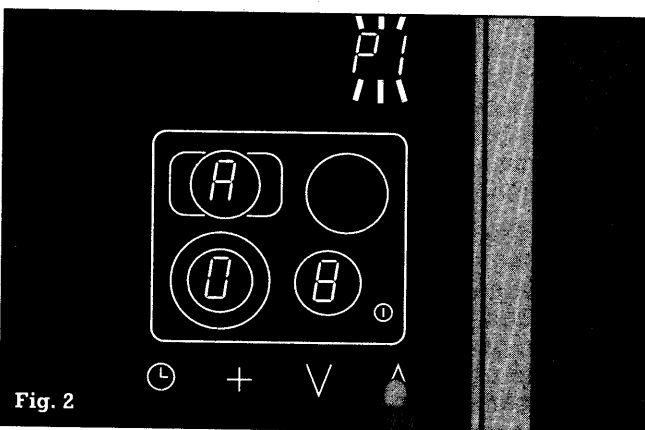

Fig. 2
- Vous pouvez maintenant sélectionner une durée de fonctionnement de l'accélérateur comprise entre 1 et 15 minutes en effleurant les symboles **V** ou **^**. La durée programmée apparaît sur l'afficheur des zones de cuisson (**A01** à **A15**) et **P1** clignote (invitation à enregistrer) (fig. 2).